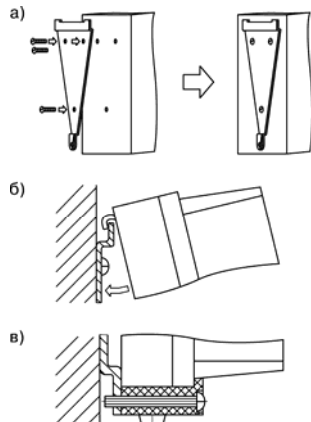

Рисунок 5.1 – Монтаж прибора настенного исполнения
1. Закрепить кронштейн тремя винтами М4 х 20 на поверхности, предназначенной для установки прибора (см. Приложение А и рисунок 5.1, а).
2. Зацепить крепежный уголок на задней стенке прибора за верхнюю кромку кронштейна (рисунок 5.1, б)
3. Прикрепить прибор к кронштейну винтом М4 х 35 из комплекта поставки (рисунок 5.1, в).